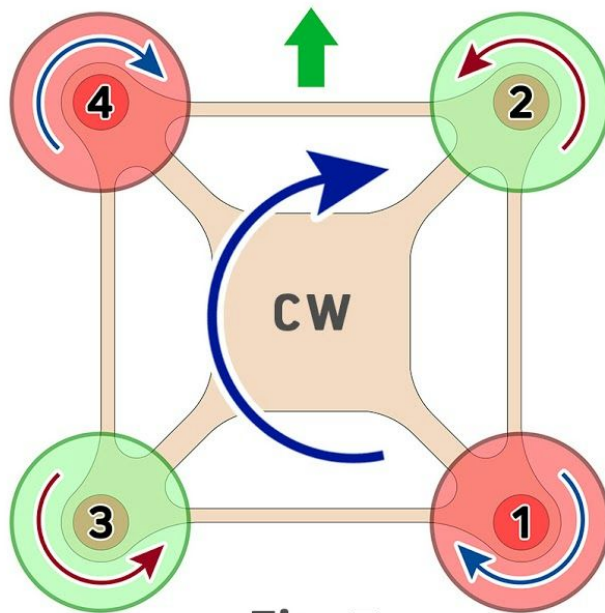

Fig. 7
Para que el giro del cuadricóptero tenga sentido **anti-horario (CCW)**, la controladora hará girar más rápido el motor de la parte **frontal-derecha (2)** y el de la parte **trasera-izquierda (3)**, al mismo tiempo que reducirá la velocidad del situado en el **frontal-izquierda (4)** y del que está en la parte **trasera-derecha (1)** (Fig. 7).